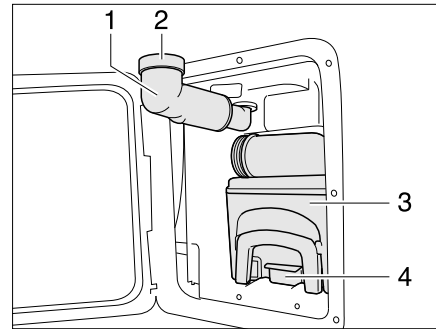

Fig. 147 Cassette Thetford
- Faire pivoter le bec de remplissage d'eau fraîche (Fig. 147,1) vers l'extérieur.
- Retirer le bouchon à vis (Fig. 147,2).